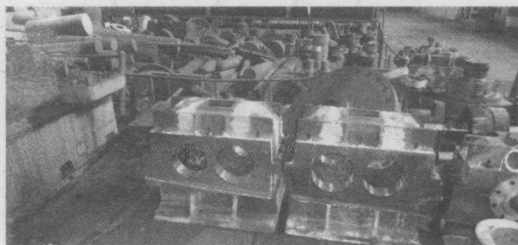
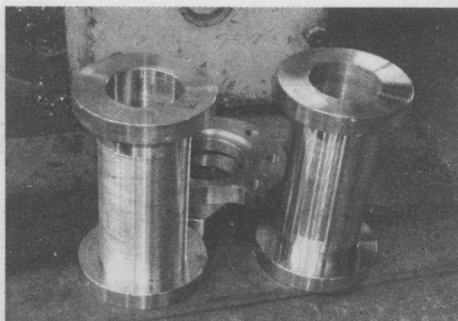

图 1-14 加工后的大型箱体
图 1-16 加工后的小型精密接筒摆放到胶皮上
8) 零件毛坯、半成品、产品要分开，对半成品及产品的吊运不要碰伤已加工表面。大型工件摆放到地面的成品区，精密的小型工件要放置到台面上，工件的下部要垫好胶皮，如图 1-14~图 1-16 所示。